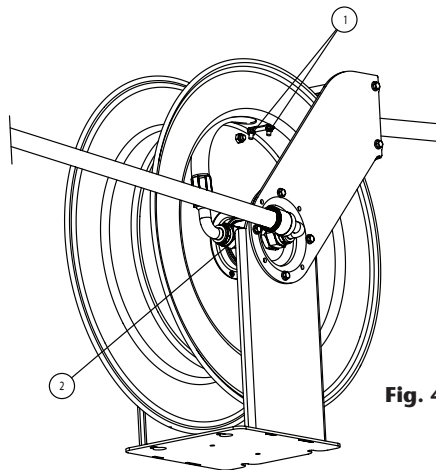

Fig. 4
2. Schließen Sie den neuen Schlauch an das Drehgelenk (2) (Abb. 4) an. Bringen Sie den Bolzen (1) (Abb. 4) so an, dass er den Schlauch fest gegen die Trommel drückt und beginnen Sie, den Schlauch einzurollen, indem Sie die Schlauchtrommel manuell drehen.
2. Entfernen Sie den Bolzen, indem sie die Muttern (1), mit denen er befestigt ist, lösen, und trennen Sie den Schlauch mittels zweier Schlüssel vom Drehgelenk (2) (Abb. 4).